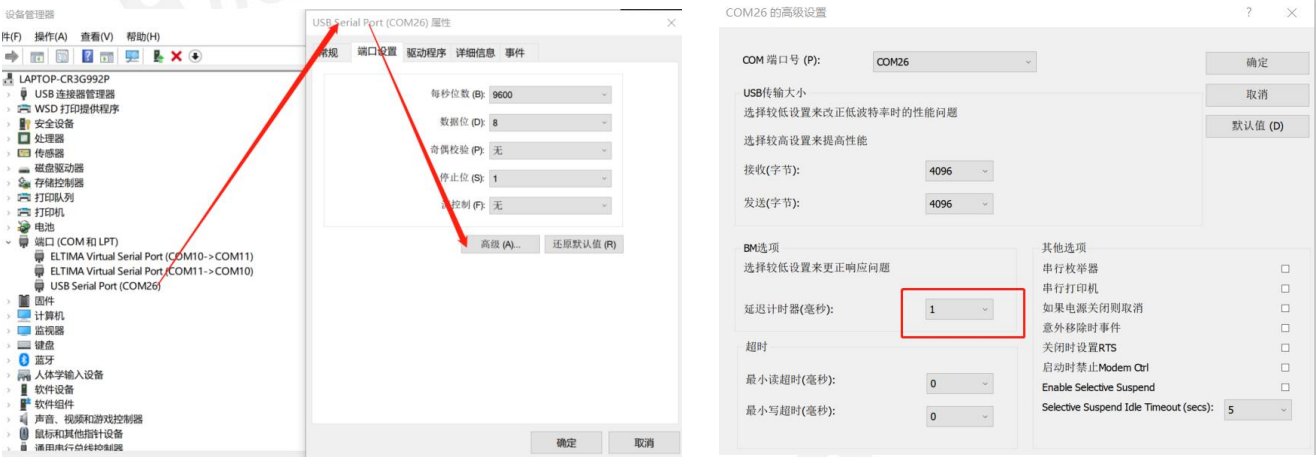

图 3-2 串口延时设置
- 在使用 UART 与 PC 连接进行数据收发时, 建议对 USB 转 UART 的串口延时进行设置, 延时时间设置为 1ms, 减小串口数据丢包。具体设置可参考图 3-2。